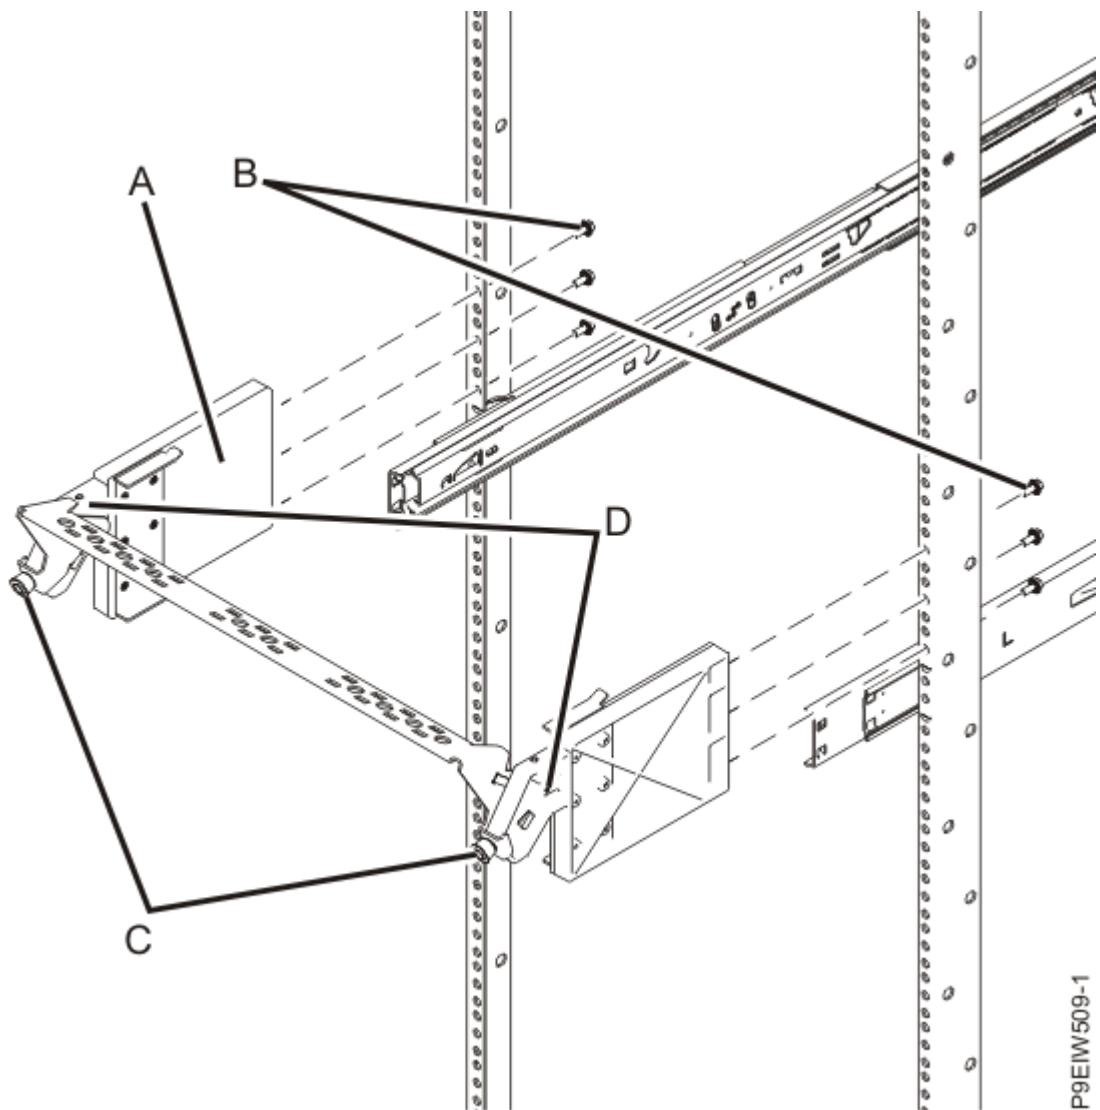

图 2: 将理线架连接到机架
3. 使用两颗 M3 螺钉 (**D**) 将理线架连接到理线架，以组装理线架，如 第 7 页的图 2 中所示。
- b. 从机架内部，通过机架凸缘安装三颗螺钉 (**B**)，并将其安装到电缆管理支架 (**A**) 中，如 第 7 页的图 2 中所示。
5. 通过拉动指旋螺钉 (**C**) 并使支架倾斜，根据需要调整电缆管理支架，如 第 7 页的图 2 中所示。